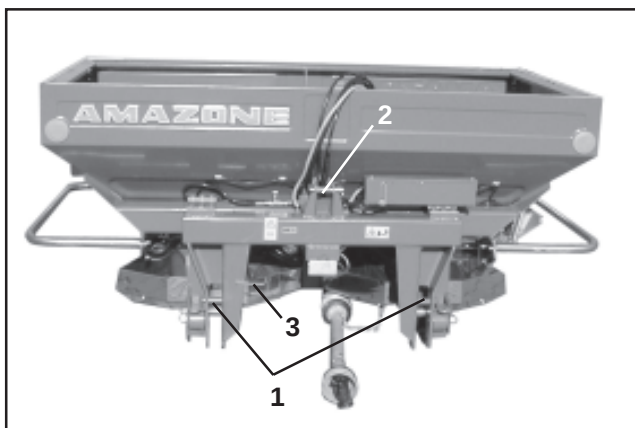

Fig. 5.1
- Onderste hefarmen van de trekker aan de bevestigingspennen (cat. II) (fig. 5.1/1) bevestigen en met een overslagpen borgen. De hefpennen in het bovenste gat van de onderste aanspanconsole bevestigen. De onderste aanspanconsole heeft standaard twee aansluit mogelijkheden en maakt het mogelijk de strooier 120 mm hoger aan de trekker te bevestigen (b.v. voor bijbemesting strooien).
- Topstang met insteekpen (cat II) (fig. 5.1/2) bevestigen en borgen.
Na het afkoppelen van de centrifugaalstrooier de koppelingsas as in de opvanghaken (fig. 5.1/3) leggen.